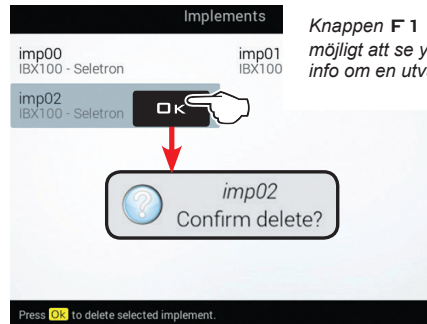

Fig. 290
- I listan över namn, välj det önskade redskapet (Fig. 290) och tryck **OK**.